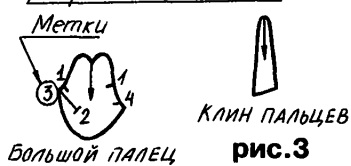

рис. 3
(Рис. 3) Все клинья для пальцев кроются одинаковой величины.
2) Сначала следует выполнить рубчик по лицевой стороне перчатки. (Это декоративный шов). Рубчик прошивается швом через край. Ширина шва 2-3 мм. (Рис. 3).